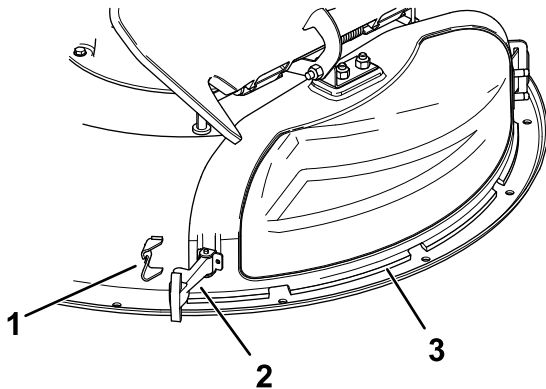

Figura 12
3. Solte o trinco flexível do fixador do trinco na cobertura de descarga e rode a cobertura de descarga para a direita (**Figura 12**).
6. Prenda a cobertura de descarga à plataforma encaixando o trinco flexível na cobertura de descarga no retentor na plataforma (Figura 12).